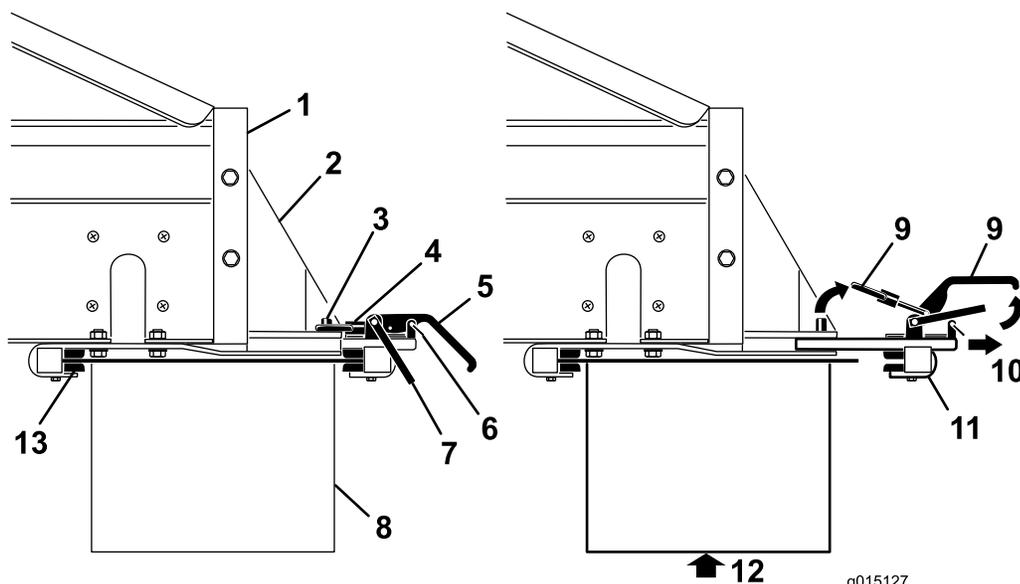

Рисунок 37
5. Выведите задний узел хомута дополнительного навесного оборудования из пазов быстрого подсоединения (Рисунок 37).
3. Снимите зажимы предохранительных защелок с рукояток хомутов (Рисунок 37).
4. Поднимите предохранительную защелку, затем поднимите рукоятки хомутов дополнительного навесного оборудования и освободите стопорные кольца от стопорных штифтов (Рисунок 37).
6. Вдвоем с помощником вставьте передний край поперечного конвейера / поворотного устройства под заднюю часть МН-400 в передние хомуты на кронштейнах (Рисунок 37).
9. Заново установите зажимы предохранительных защелок на рукоятки хомутов (Рисунок 37).